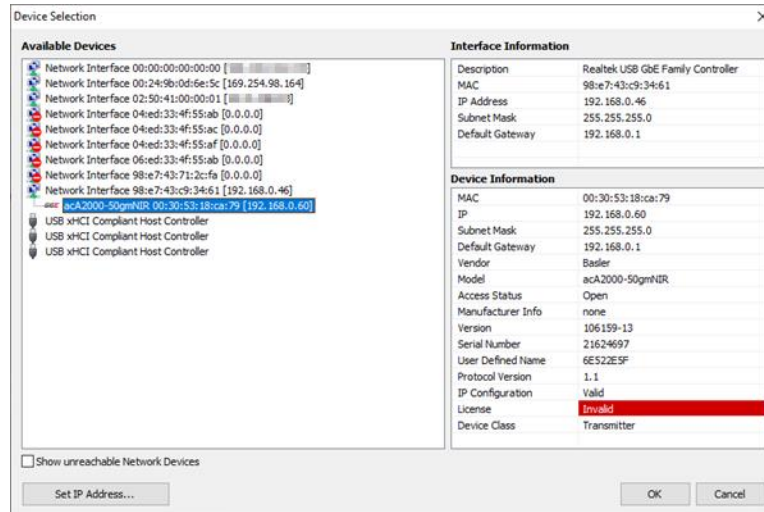

Abbildung 117: Geräteauswahl im eBUS Player
2. Der **Device Selection** Dialog erscheint (Abbildung 117).